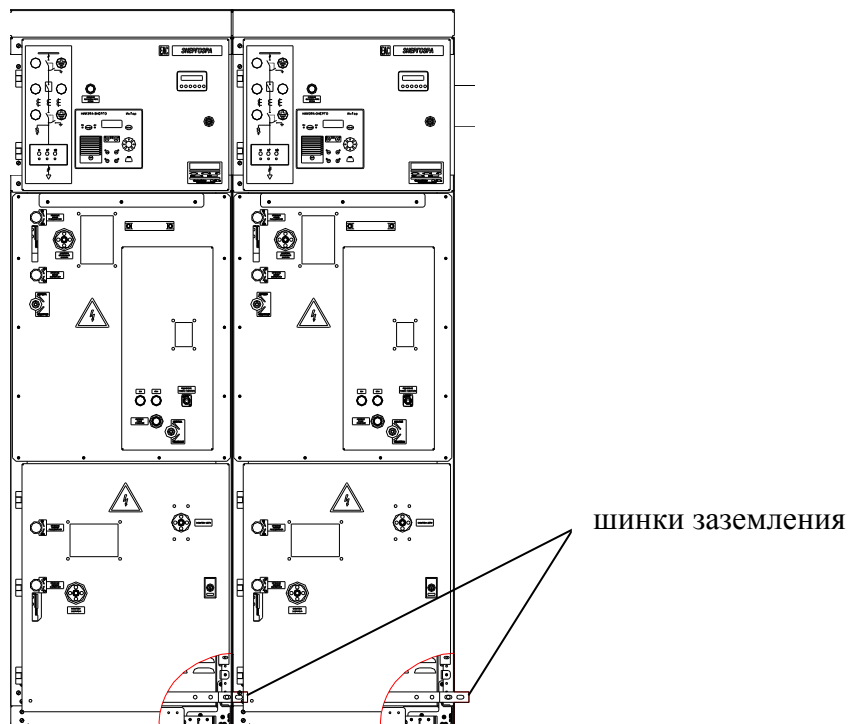

Рисунок 21 - Монтаж контура заземления
2.2.4.6 Соединить шинки заземления 1 (рисунок 21) всех КСО между собой, образуя единую магистраль заземления, которую подключить к общему контуру заземления РУВН.